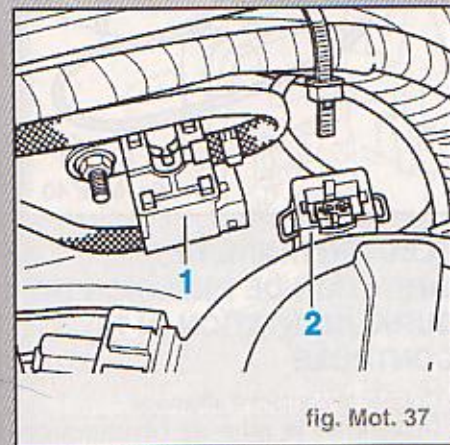

fig. Mot. 37
- Débrancher la fiche (2) de l'électrovanne de limitation de pression de suralimentation (N 75) (1) (fig. Mot. 37).